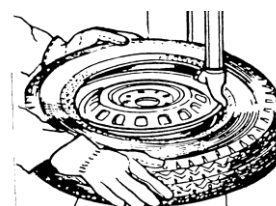

Fig. 7
- 5) Flyt dækket. Således at vulsten er placeret under den forreste del af monteringshovedet og anbringes op mod kanten af den bagerste del. (Fig. 7).